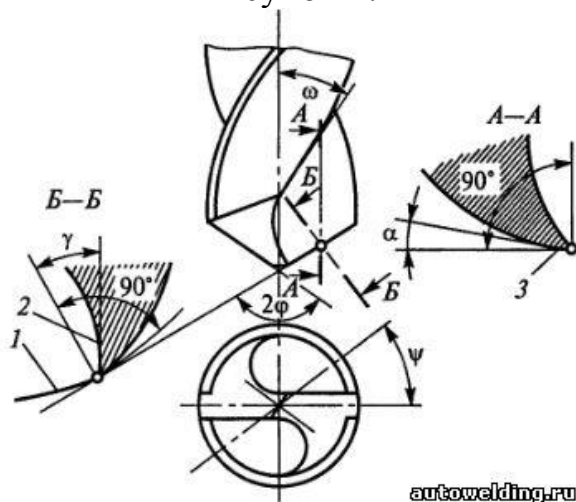

Рисунок 3.
- укажите элементы геометрии режущей части сверла (рисунок 3).